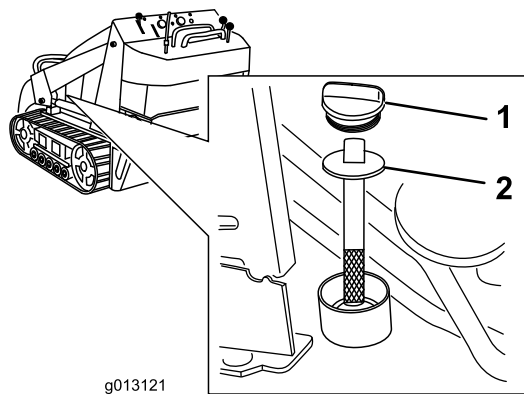

Figura 68
5. Retire el tapón y la varilla del depósito hidráulico (Figura 68).